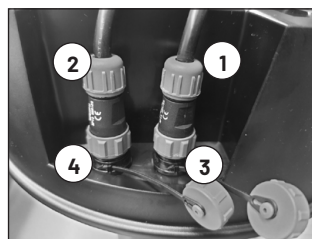

Fig. 1
1. Conecte la conexión a tierra (13) a su varilla de tierra utilizando el cable de conexión a tierra incluido. Para realizar la puesta a tierra correctamente, lea los consejos del apartado 7.4.
2. Enchufe el cable de conexión del adaptador de red (1) y el cable de conexión de la batería (2) en el conector del aparato y atornille el enchufe (fig. 1).